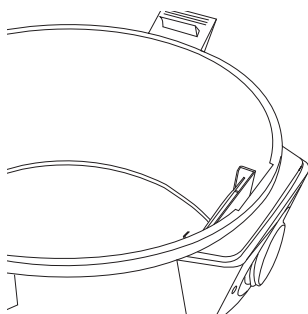

Fig. 14
22. Deslice el deflector con la bolsa de filtro **21** acoplada dentro de la guía deflector. **Fig. 14.**